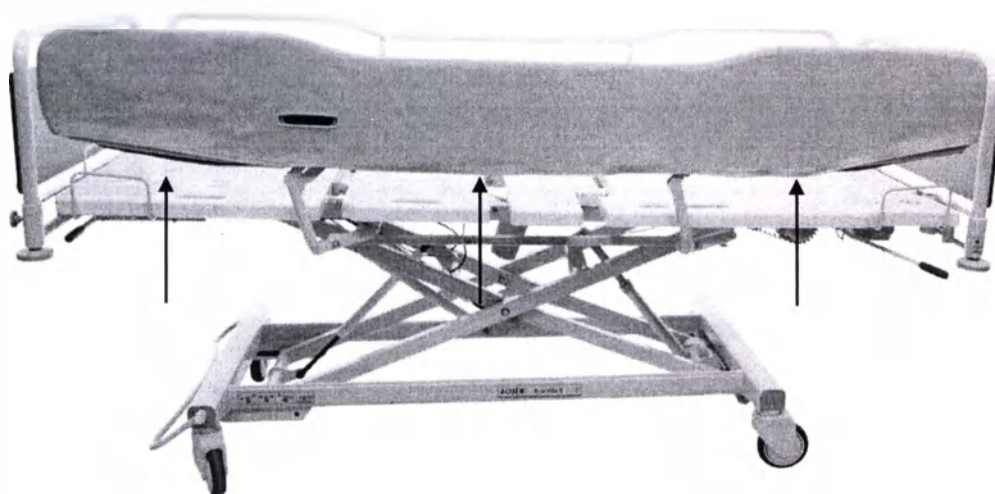

Рис. 73 Обивка установлена на боковые ограждения
1. Разместите обивку таким образом, чтобы отверстие в обивке совпало с рукояткой регулировки боковых ограждений (рис. 73).